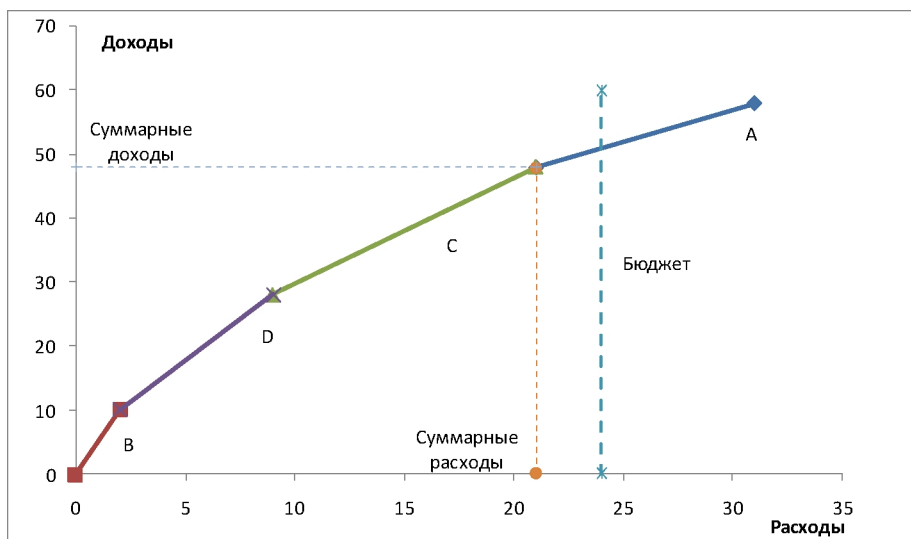

Рисунок 17 — Графический метод формирования портфеля проектов
4. Повторить шаг 3 для всех оставшихся проектов. В результате должна получиться выпуклая ломаная линия (рисунок 17).
7. Суммарные расходы CP портфеля определяются абсциссой конца последнего отрезка, лежащего левее линии бюджета, суммарные доходы CD – его ординатой. Далее доходность портфеля можно определить по формуле (40).
В приведенном примере (рисунок 17) проекты В, D, С включены в портфель проектов, проект А – не включен.